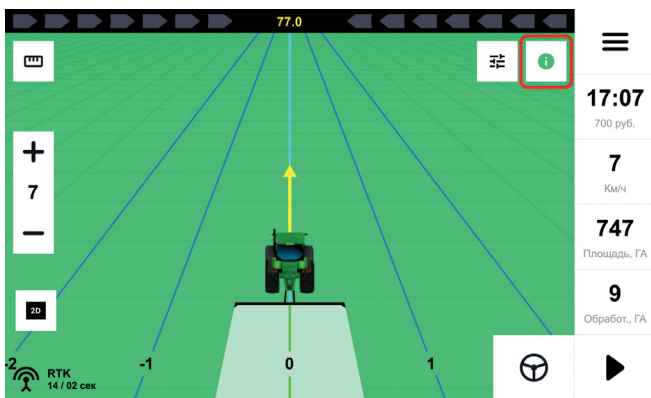

Рисунок 64. Рабочее окно
1.1. В рабочем окне навигатора нажмите на кнопку вызова панели индикаций (см. Рисунок 64).
На появившемся экране нажмите на кнопку «Калибровка». (см. Рисунок 64. *Подруливающее устройство*)